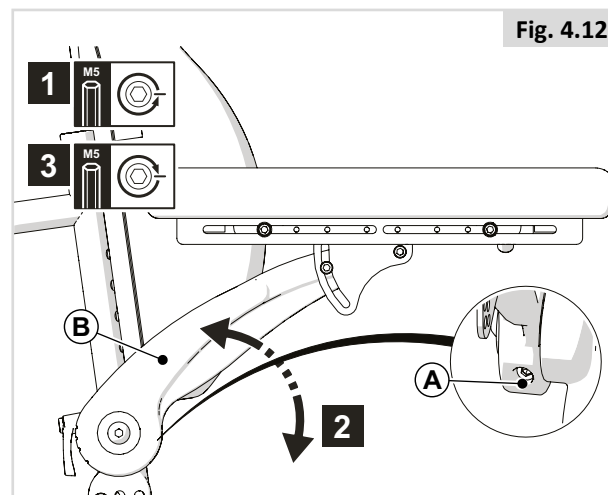

Fig. 4.12
#### PARTE 1 (Fig. 4.12)
Per raggiungere la vite posteriore quando il bracciolo si trova nella posizioni più basse, allentare prima le viti (A) di Fig. 4.12 e, quindi, regolare l'inclinazione dell'imbottitura.